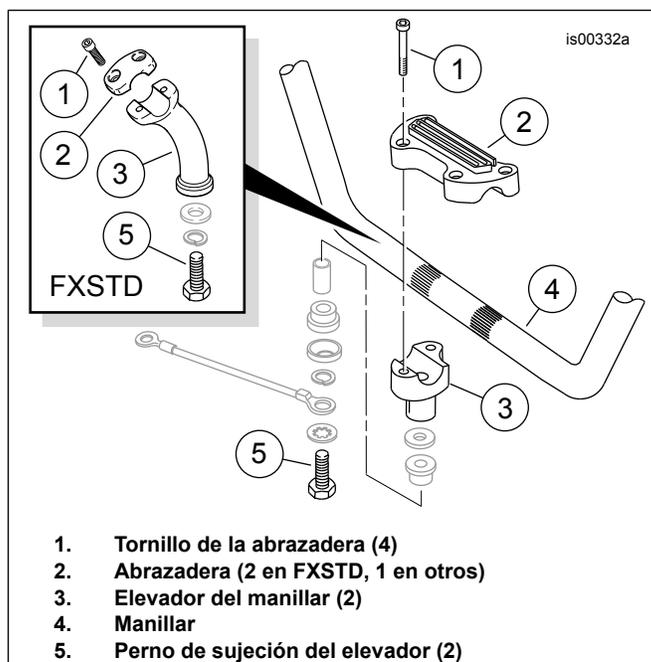
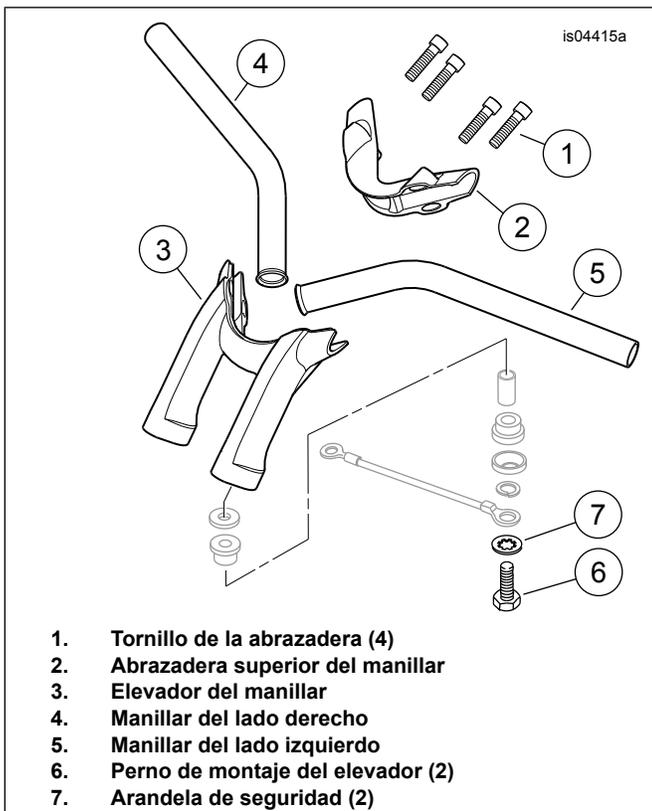

Figura 1. Abrazaderas y elevadoras del manillar (modelos Dyna y Softail)
Figura 2. Abrazadera del manillar y elevador (Modelos Rocker)
12. **Para todos los modelos Dyna y Softail EXCEPTO Rocker (FXCW/C):** Vea Figura 1 . Retire y deseche los tornillos (1), la abrazadera superior (2) y el manillar (4). **Para modelos Rocker (FXCW/C):** Vea Figura 2 . Extraiga y deseche los cuatro tornillos con cabeza de casquillo hexagonal (1) que sujetan la abrazadera superior del manillar (2) al elevador (3). Quite y deseche la abrazadera. Retire los manillares (4 y 5) de la motocicleta.
14. **Para todos los modelos Dyna y Softail EXCEPTO Rocker (FXCW/C):** Vea Figura 1 . Quite los dos pernos de montaje del elevador (5) de debajo de la pieza de soporte superior de la horquilla. Retire y deseche los elevadores del manillar (3), pero guarde los elementos de sujeción de aislamiento del elevador restante para su posterior instalación. **Para modelos Rocker (FXCW/C):** Vea Figura 2 . Retire y deseche los dos pernos de montaje del elevador (6) y las arandelas de seguridad (7) de debajo de la pieza de soporte superior de la horquilla. Retire y deseche el elevador del manillar (3), pero guarde los elementos de sujeción de aislamiento del elevador restante para su posterior instalación. **Para todos los modelos Dyna y Softail:** siga a "CABLEADO INTERNO DEL NUEVO MANILLAR" .